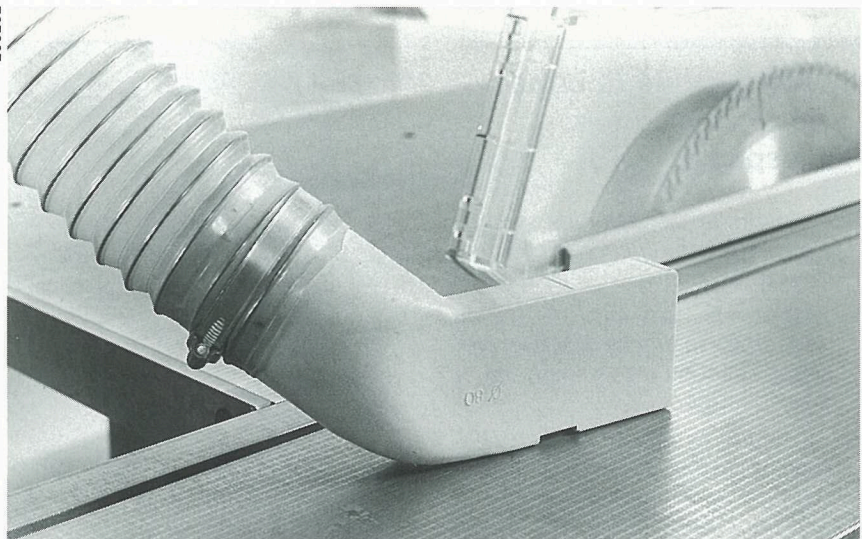

Bild 16 / Figure 16
- Den Saugschlauch über den Absaugstutzen stülpen und mit der Schlauchbride fixieren (Bild 16).
- Monter le tuyau d'aspiration sur le manchon d'aspiration et le fixer au moyen de la bride de serrage (figure 16).
- Fit extraction hose to dust extraction connector and secure with hose clip (Fig. 16).